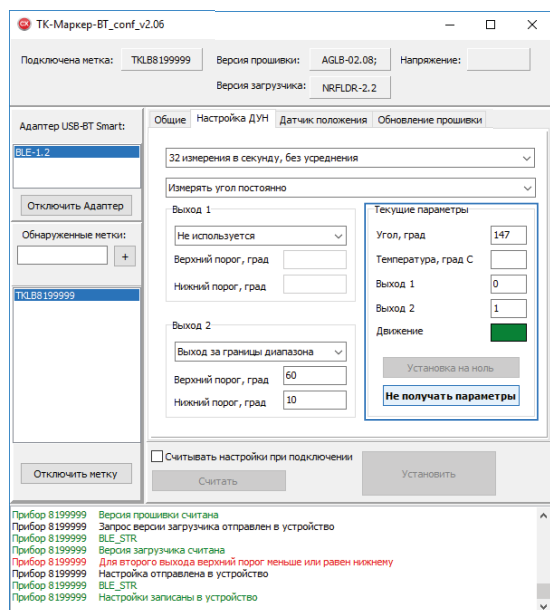

Рис.22. Опрос метки.
- Подключите метку к программе «TK-Маркер-ВТ\_conf» и перейдите на вкладку «Настройка ДУН» (Рис.22).
- В блоке «Текущие настройки», в поле «Угол, град» отобразится текущее показание угла наклона, а также другие показания метки (Рис.22):